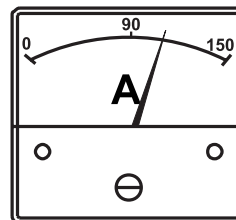

Figure 51. Ampèremètre (charge)
11. Observez l'ampèremètre du générateur (Figure 51) et vérifiez qu'il indique la quantité de courant prévue par rapport à la charge. L'ampèremètre n'affichera une lecture de courant que si une charge est utilisée.